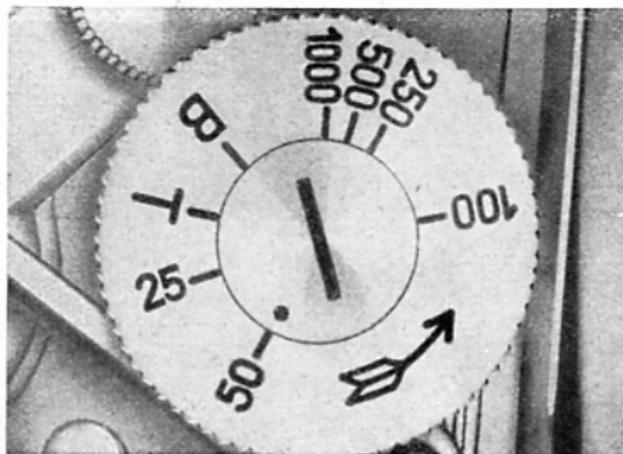

Abb. 10
Am Einstellknopf (8) (Abb. 10) lassen sich die kurzen Belichtungszeiten von  $\frac{1}{1000}$  bis  $\frac{1}{25}$  Sek.